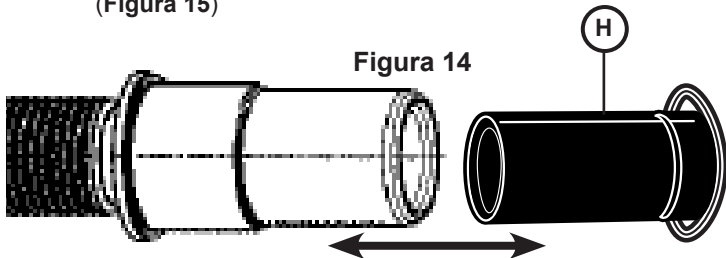

Figura 14
2. Obtenga la pinza de resorte para el adaptador de hule (H), para la manguera de drenaje incluida en el Kit de instalación de la lavadora de platos (**no la reemplace**).
3. Introduzca la manguera de drenaje de la lavadora de platos en el extremo de **la manguera de drenaje** (consulte la **Figura 14**). Asegúrese de introducir completamente la manguera de drenaje.